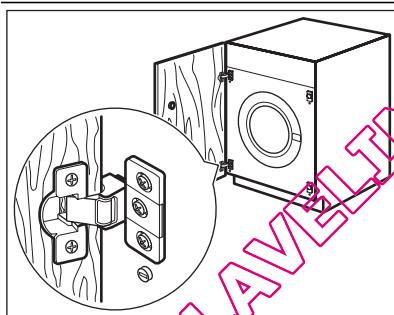

Fig. 2
- A máquina está preparada de origem para montagem de uma porta que abre da direita para a esquerda (Fig. 2).